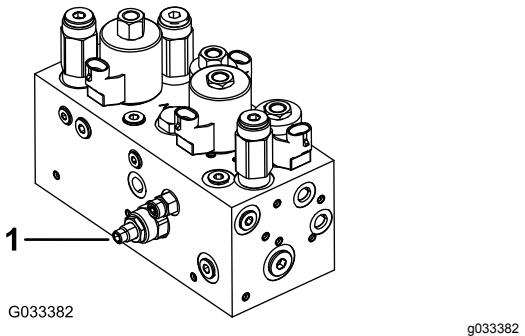

図 47
本機のカッティングユニット昇降回路にはフローコントロールバルブ図47がついています。このバルブは出荷時に約3回転の開度に調整されていますが、作動油の温度、作業速度などにより調整が必要になる場合があります。以下の手順で調整します
1. 運転席を上げ、センタープルフレーム用フローコントロールバルブ図47を露出させる。バルブは油圧マニホールドの側面についている。